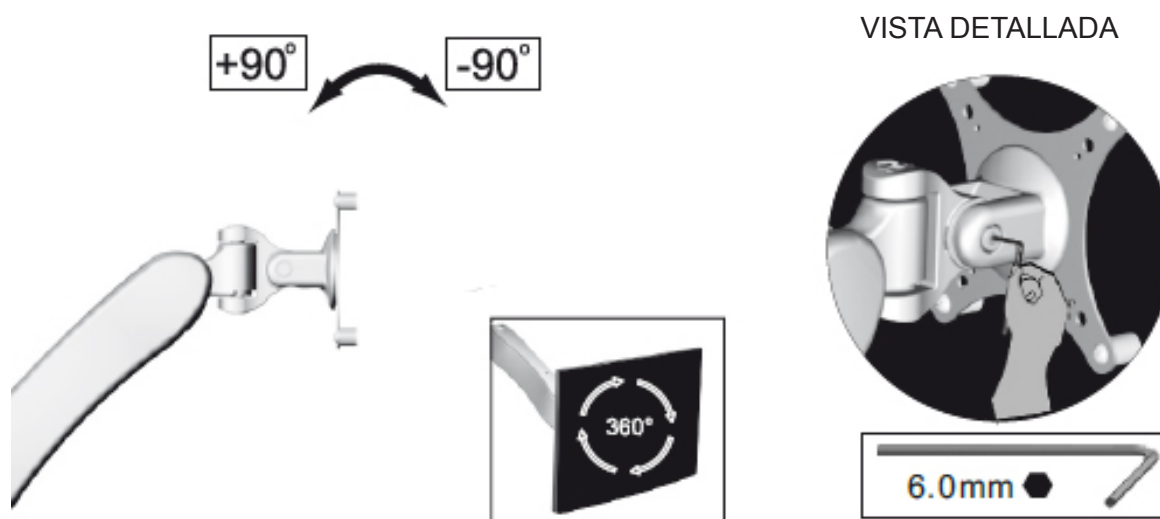

Figura 5
2. Si el brazo móvil tiende a caerse por sí solo, será necesario ajustar la articulación para adaptarse a la inclinación óptima de 90 grados hacia adelante y hacia atrás. Dicho ajuste se hace utilizando la llave hallen hexagonal de 6mm para incrementar la resistencia de brazo. Deberá colocar la llave allen al tornillo de ajuste M5X15mm ubicado en el mismo brazo (ver figura 5)